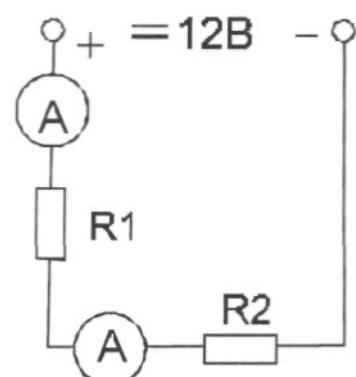

Рис. 1.2.1
3.1. Ознакомиться с лабораторной установкой (модуль питания, модуль резисторов, модуль измерительный, модуль мультиметров) и собрать линейную электрическую цепь с последовательным соединением резисторов (рис. 1.2.1).